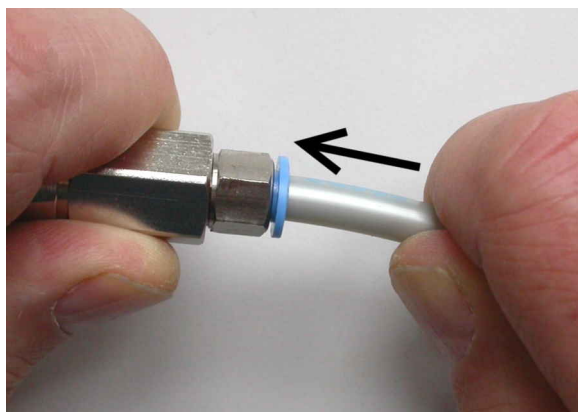

図 6-7: プッシュプルアダプター (左側) と 6 mm のチューブ (右側) の組み立て
5. チューブをアダプターの端まで挿入します (図 6-7 を参照)。